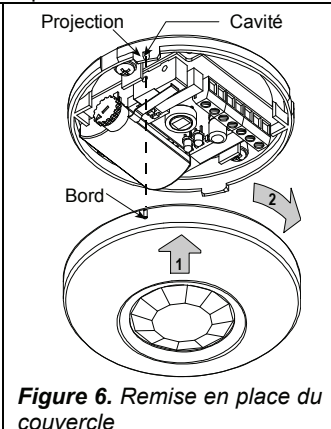

Figure 6. Remise en place du couvercle
C. Monter le couvercle avant à sa place: placer le bord du couvercle avec la cavité dans l'une des deux projections de la circonférence de la base (Fig 6). Bien adapter le couvercle sur la base, et faire pivoter le couvercle dans le sens des aiguilles d'une montre jusqu'à ce qu'il s'arrête.